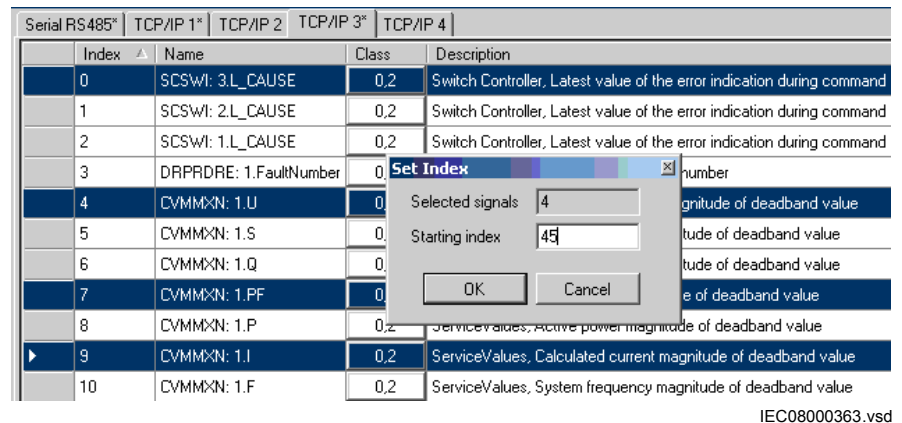

Figure 79: CMT : menu Set Index (Réglage d'indice)
2. La fenêtre de sélection indique le nombre de signaux sélectionnés, voir Figure 79.